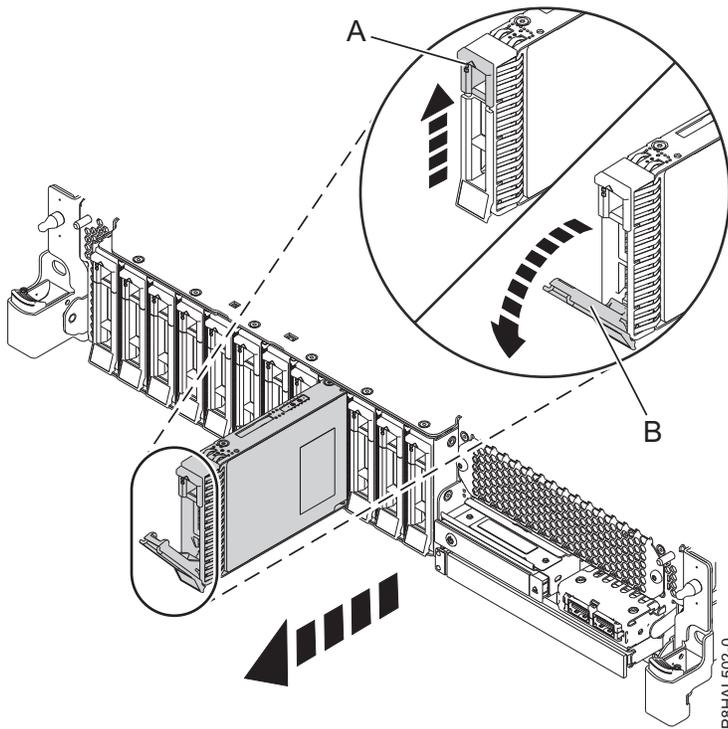
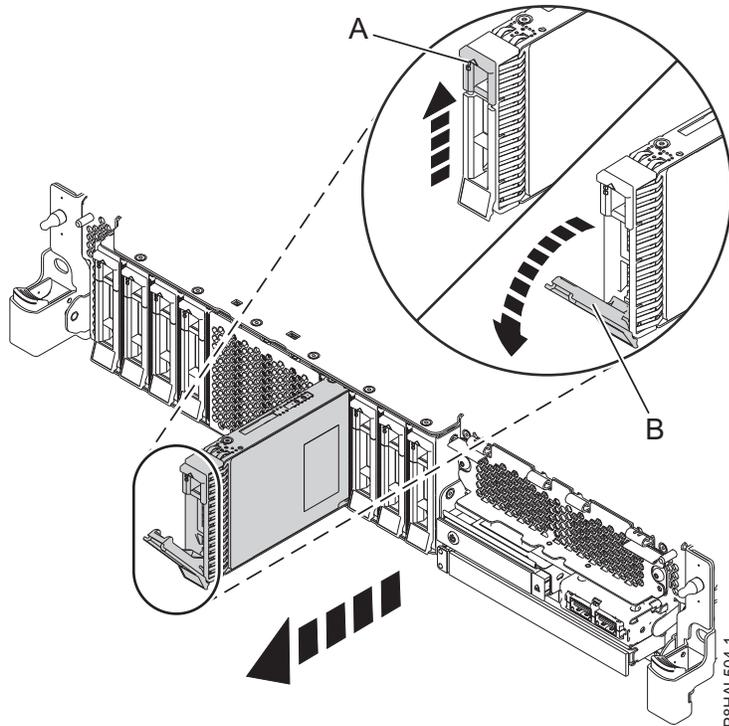

Figura 50. Extracción de una unidad de disco de un sistema de función base
Figura 51. Extracción de una unidad de disco de un sistema de función ampliada
3. Cuando se encienda el LED de identificación con una luz fija, desbloquee el asa de la bahía de unidad (B) presionando el pestillo del asa (A) y tirando de él hacia usted, como se muestra en la Figura 50 y la Figura 51 en la página 55. Si el asa no está extendida del todo, la unidad de estado sólido no se puede deslizar hacia fuera del sistema.